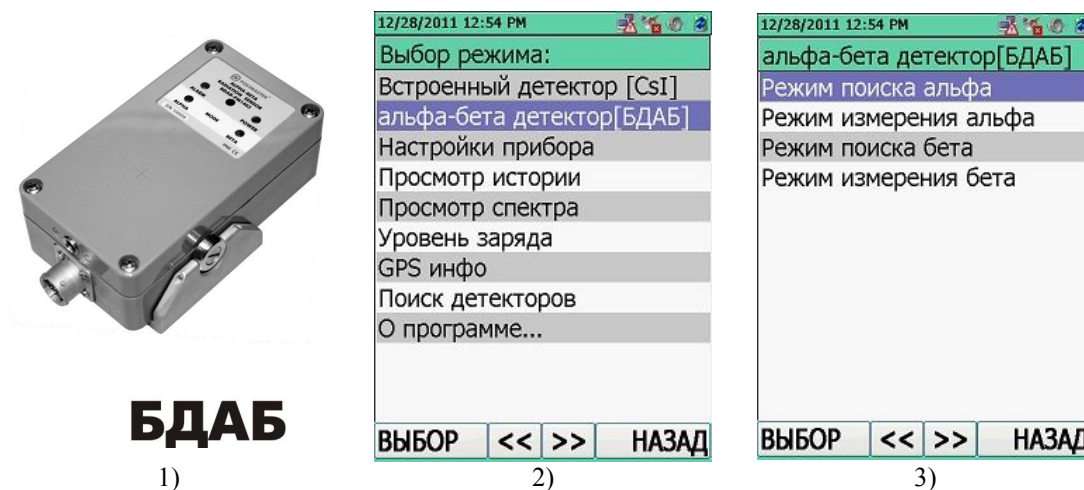

Рисунок 11.25
Подключение БДАБ-PM1403, рисунок 11.25 (1), осуществляется в соответствии с 11.2.1 настоящего РЭ. При осуществлении успешного поиска и подключения БДАБ-PM1403 необходимо перейти к обзору его режимов работы. Для перехода в режимы работы БДАБ-PM1403 необходимо в окне отображения режимов работы прибора выбрать строку " **$\alpha\beta$ детектор [БДАБ]**", рисунок 11.25 (2). Выбор соответствующего режима работы осуществляется кнопкой "ВВОД". В открывшемся меню будут отображаться все режимы работы БДАБ-PM1403, рисунок 11.25 (3).